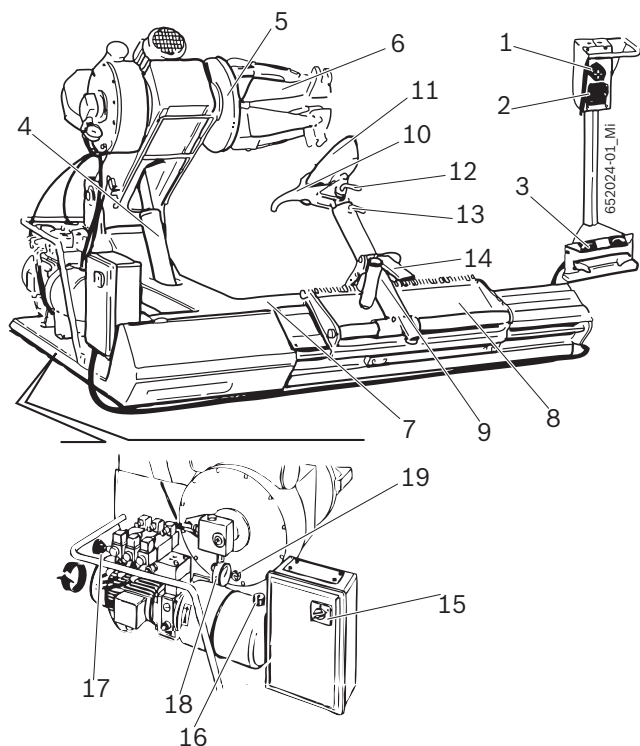

Fig. 1: JUMBO TCS52 NW
La flangia di serraggio funziona tramite circuito idraulico ad alta pressione, regolabile da 20 a 130 bar ruotando l'apposita manopola (Fig. 1, pos. 17) e leggendo il valore sul manometro (Fig. 1, pos. 18). La pressione normale di esercizio è di 130 bar. Per cerchioni deboli o particolarmente sottili è necessario diminuire tale pressione.
Per ruote con diametro inferiore a 800 mm o superiore a 1500 mm, si consiglia di sfilare la spina dell'utensile di montaggio (Fig. 1, pos. 12) e posizionarla nel secondo foro.